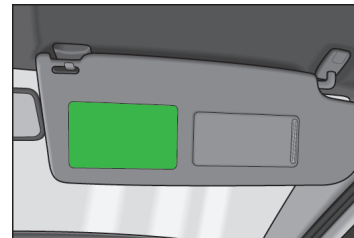

Abb. 14 Beifahrer-Sonnenblende / Aufkleber
- Auf der Beifahrer-Sonnenblende. Bei Fahrzeugen für einige Länder befindet sich auf der Beifahrer-Sonnenblende der Aufkleber » Abb. 14.